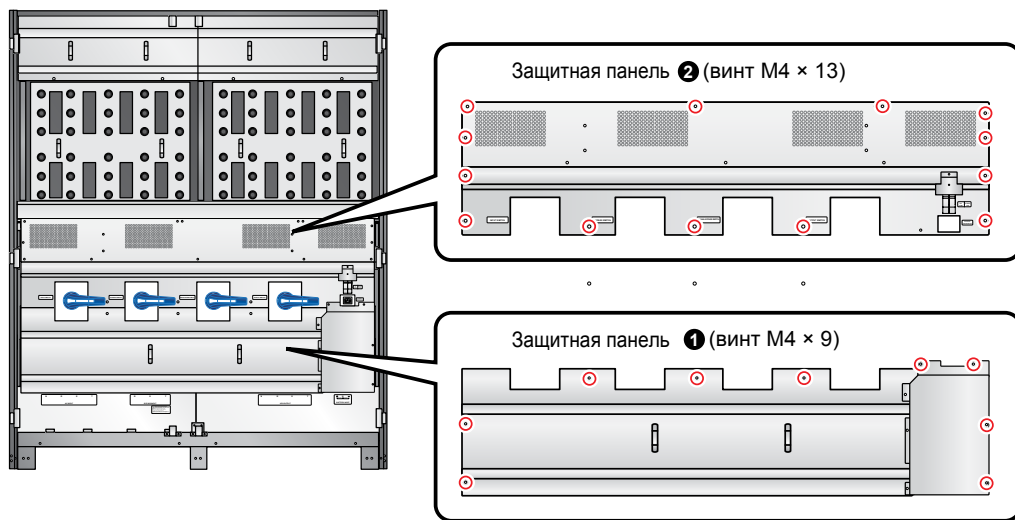

Рис. 5-8. Расположение защитных панелей
- 1 Снимите две защитные панели (1 и 2), показанные на **Рис. 5-8**.